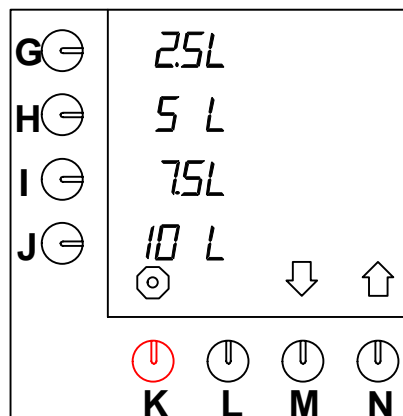

Fig. 33 Standard förvalstangenter
Maskinen är standardinställd på enheten L (= liter). Denna enhet kan ändras. (Enheten är standard på displayen med förvalstangenter (fig. 33)).
- Tryck på valtangenten (N.)↑ tills fig. 33 visas på displayen.